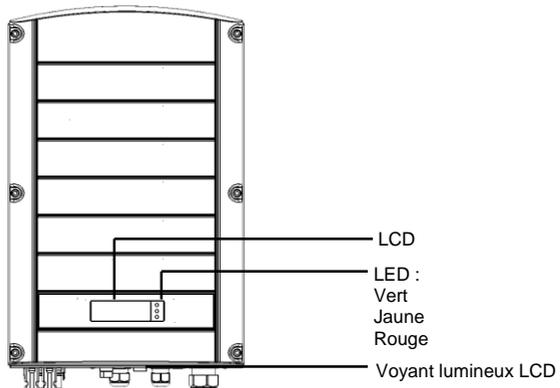

Figure 4: Vue de face de l'onduleur
- **LCD LED** : Trois LED indiquent les statuts suivant de l'onduleur (voir Figure 4)